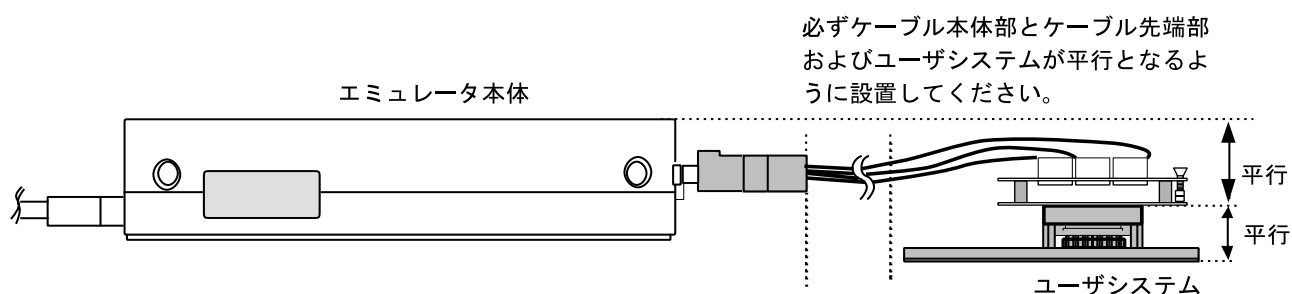

図10 設置例
- (1) ユーザシステムへの接続時には1ピン位置に十分注意して、誤接続は絶対にしないでください。
- (2) 本ユーザシステムインタフェースケーブルを使用する場合の推奨マウントパッド寸法は、MCU実装用マウントパッド寸法とは異なりますので注意してください。
- (3) 本ユーザシステムインタフェースケーブルは、HS3L08EPI60Hエミュレータ専用ですので、他のエミュレータ本体には使用しないでください。
- (4) ケーブル本体部が断線する可能性がありますので、本ユーザシステムインタフェースケーブルの上に重いものや金属等の角の尖ったものを置かないでください。
- (5) ユーザシステムに接続した状態では、ユーザシステムインタフェースケーブル、特にケーブル先端部に無理な力が加わらないように注意する必要があります。図10の設置例を参照してご使用ください。